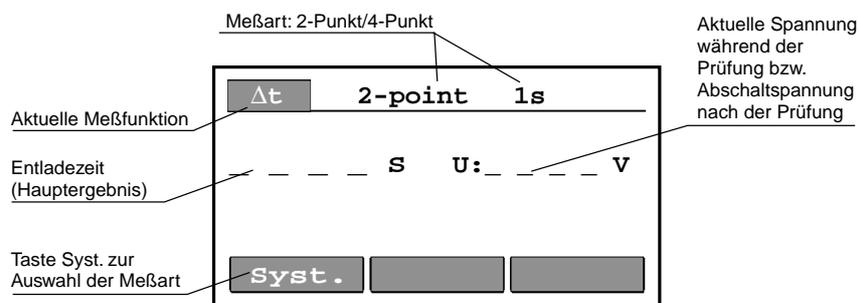

Abb. 21 - Grundbild für Entladezeit-Messung(Δt)
1. Funktionsdreheswitcher auf Δt stellen (Entladezeit). Im Display erscheint das Grundbild gemäß Abb. 21.